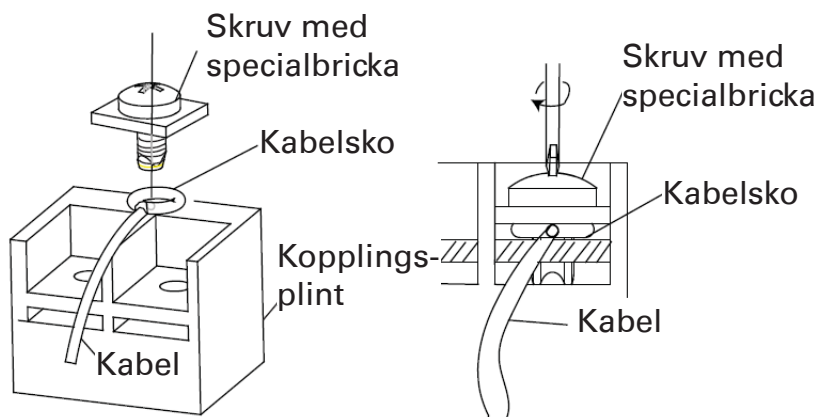

Fig.40
- 4). Fäst och dra åt kabelskon mot plinten med en skruvmejsel (Fig.40)